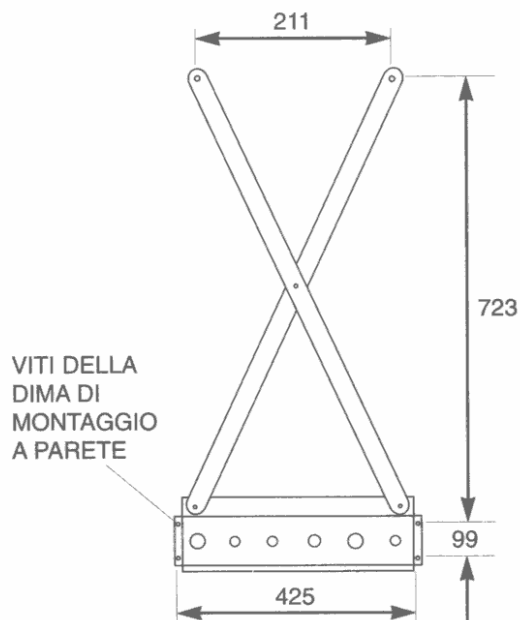

Fig. 5: Dima di montaggio a parete
- Utilizzando la dima, fare un segno sulla parete contrassegnando i due fori alla sommità e i quattro fori alla base (vedi Fig. 5).